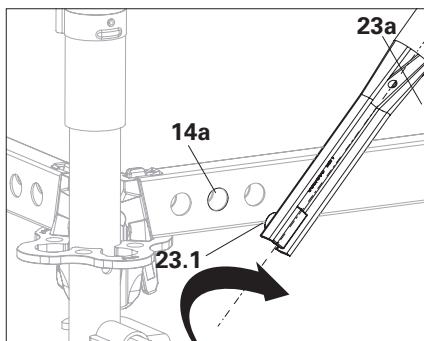

Fig. A4.07a
1. Guidare la diagonale verticale UBL-2 (**23**) parallelamente all'impalcatura di base e ruotarla in modo che il nodo di aggancio (**23.1**) sia rivolto verso l'alto. (Fig. A4.07a)